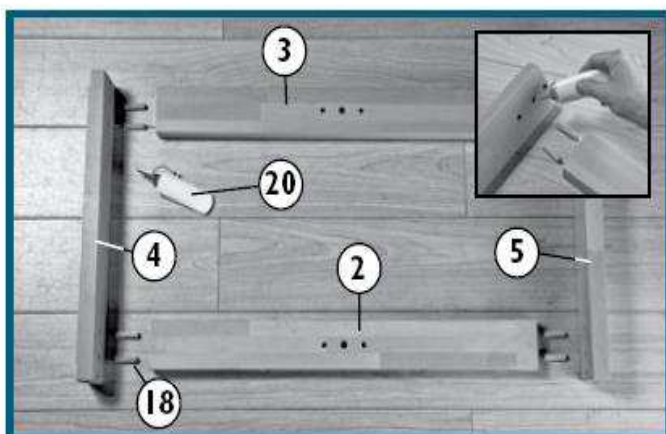

Fig. 1
**1.) Montáž podnoží 1. část - Fig. 1**
Slepte bačkoru (č.5), nosník (č.4), přední nohu s dírou pro poděráky (č.2) a zadní nohu (č.3) pomocí kolíků (č.18) a lepidla (č.20) dle Fig. 1 **POZOR** do otvoru pro kolíky dávejte přiměřené množství lepidla (2-3 kapky). Opakujte tento proces pro 2. podnoží a nechte dostatečně zaschnout (min.10 minut)